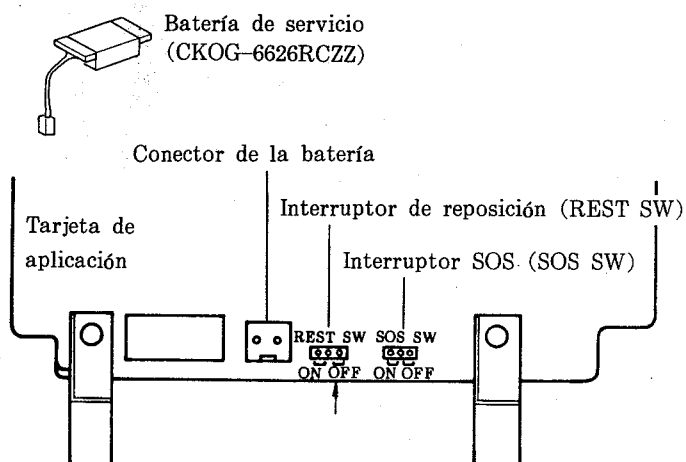

Figura 14
- (4) Extraiga la cubierta posterior. (Vea la página 132.)
- (5) Extraiga la tarjeta de aplicación del cuerpo de la siguiente manera:
- Conecte la batería de servicio (CKOG-6626RCZZ) al conector de la batería de la tarjeta de aplicación. (Vea la figura 14.)
- b) Establezca el interruptor de reposición en la posición ON. (Vea la figura 14 de arriba.)